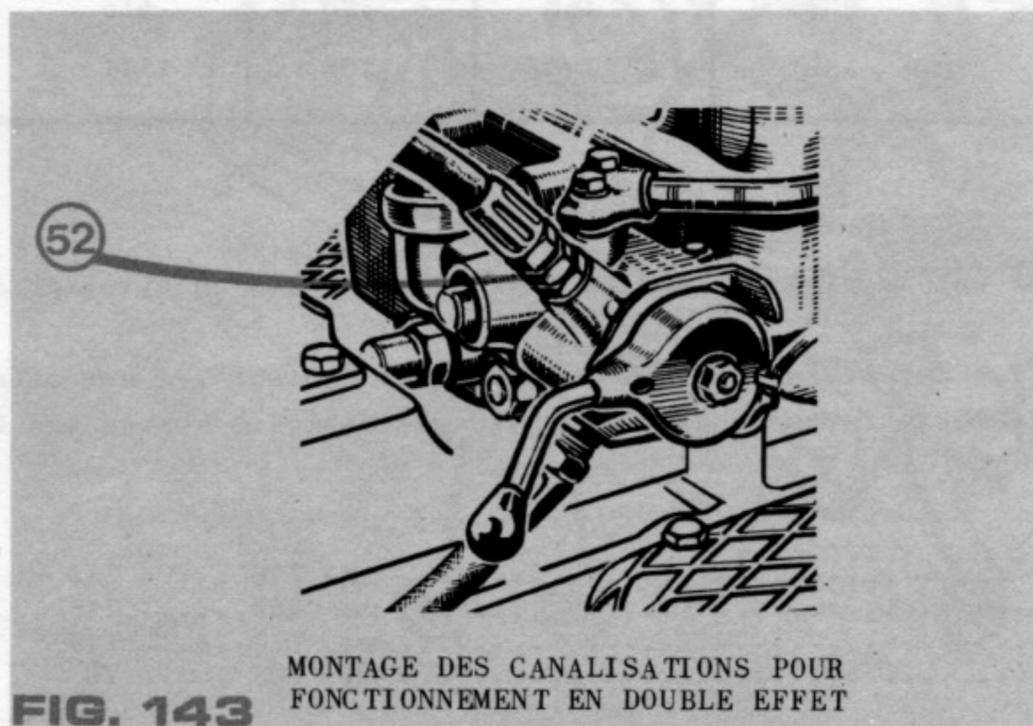
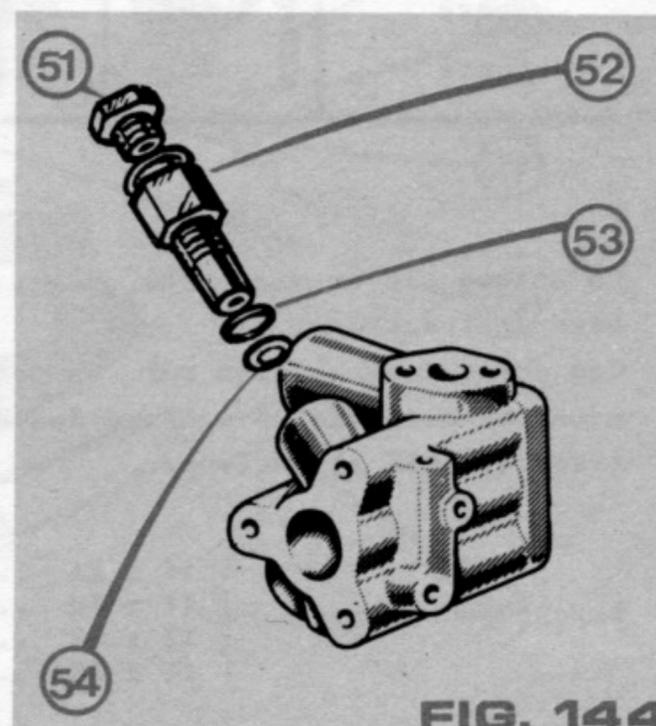

FIG. 143
FIG. 144
Dans le cas où l'utilisateur doit alimenter un vérin DOUBLE EFFET (voir montage Fig.143) il est nécessaire de remplacer le bouchon (51) (Fig.142) par les pièces illustrées à la Fig.144, à savoir :